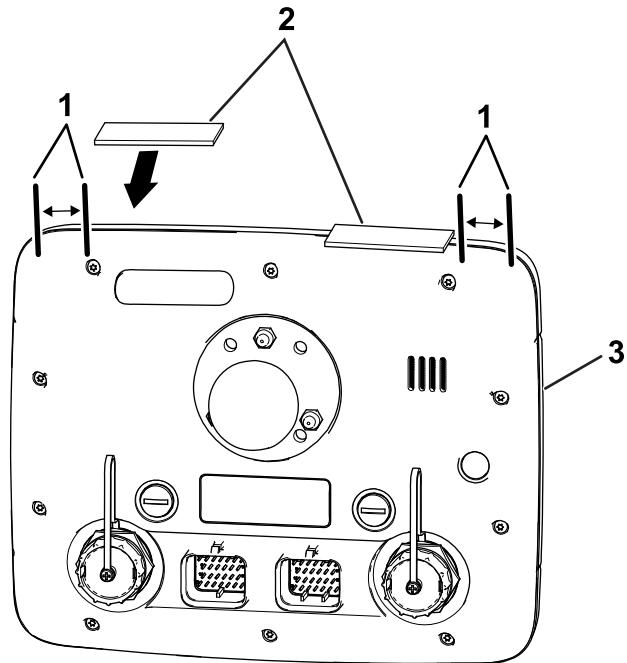

Figura 10
3. Alinee las cintas adhesivas con la parte superior del monitor de fumigación, como se muestra en la Figura 10.